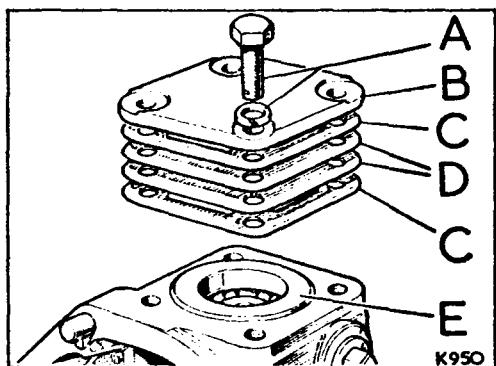

Fig. G1-58.- Tapa inferior de la caja de engranajes.
- 3.10.- Aplicar un compuesto sellador a los agujeros roscados de la caja, correspondientes a los tornillos, A (Fig. G1-58), de la tapa, B, y colocar ésta en unión de los suplementos, D y junta C. Téngase en cuenta que debe situarse una junta de papel a cada lado de los del conjunto de suplementos.